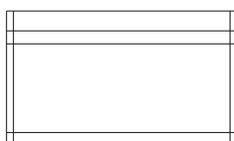

图 4-2-2
**Chapter 4** 3 重复上面的 OFFSET 命令，分别将直线 1 向右偏移 20，将直线 2 向上偏移 30，将直线 3 向左偏移 20，将直线 4 向下偏移 40，其结果如图 4-2-2 所示。